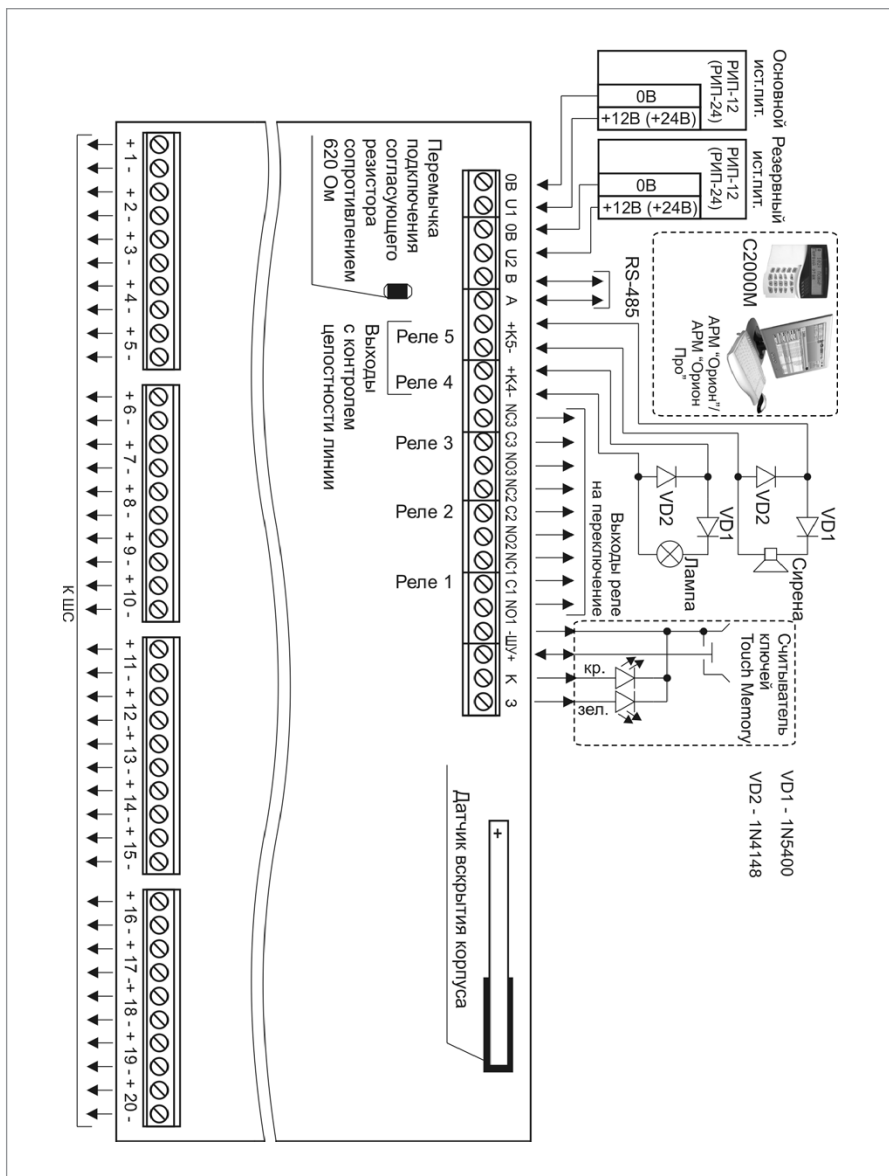

Рисунок 4. Схема внешних соединений блоков Сигнал-20П, Сигнал-20П исп.01
1. Схема внешних соединений блока приведена на Рисунок 4.